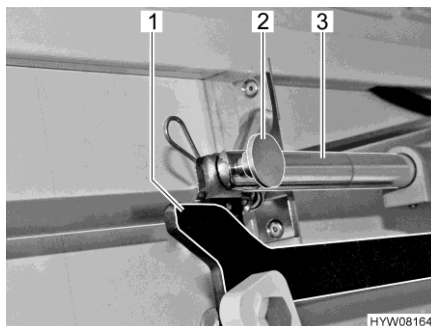

Fig. 101 Accionamiento (cama elevada)
- Retirar la unión (la clavija hendida de retención y el perno) (Fig. 101,2) entre la barra de empuje (Fig. 101,3) y la palanca (Fig. 101,1).
- Meter la mano por abajo entre la pared lateral y el varillaje de la cama elevada, y retirar la unión (la clavija hendida de retención y el perno) (Fig. 101,2) entre la biela (Fig. 101,3) y la palanca (Fig. 101,1).